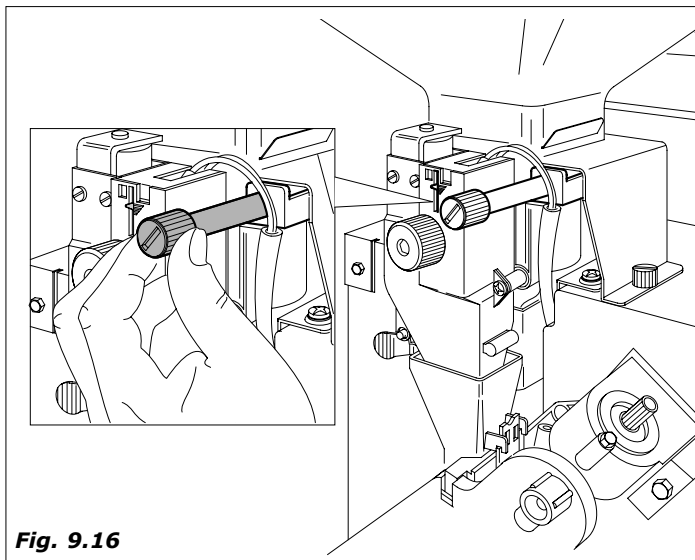

Fig. 9.16
- *Regulación del grado de molienda.* Girar el tornillo (Fig.9.16) para obtener los resultados deseados. Girando a la derecha se obtiene un molido fino; girando a la izquierda se obtiene un molido grueso. Después de la regulación hay que efectuar 3 erogaciones de producto para verificar que la regulación sea justa, cuanto más fino es el gramaje, mayor será el tiempo empleado en la erogación del producto.